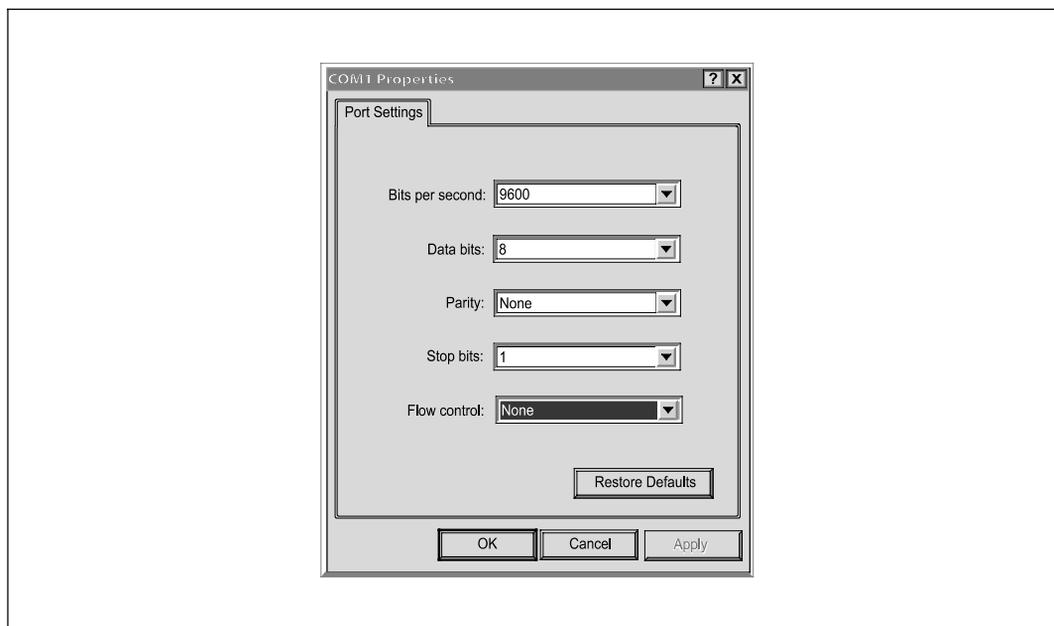

Рис. 6. Настройки конфигурации порта
- 4 Установите для последовательной линии следующие параметры: **9600 baud, 8 data bits, No parity, 1 stop bit, no flow control** (9600 бодов, 8 битов информации, без контроля по четности, 1 стоповый бит, без контроля потока) (см. Рис. 6).